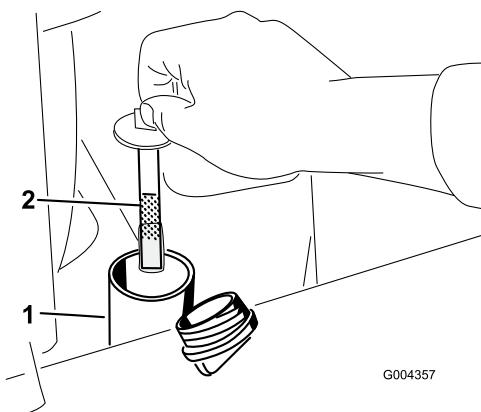

Figura 19
- Togliere il tappo dal collo del bocchettone e controllare il livello del fluido sull'asta di livello (Figura 19).